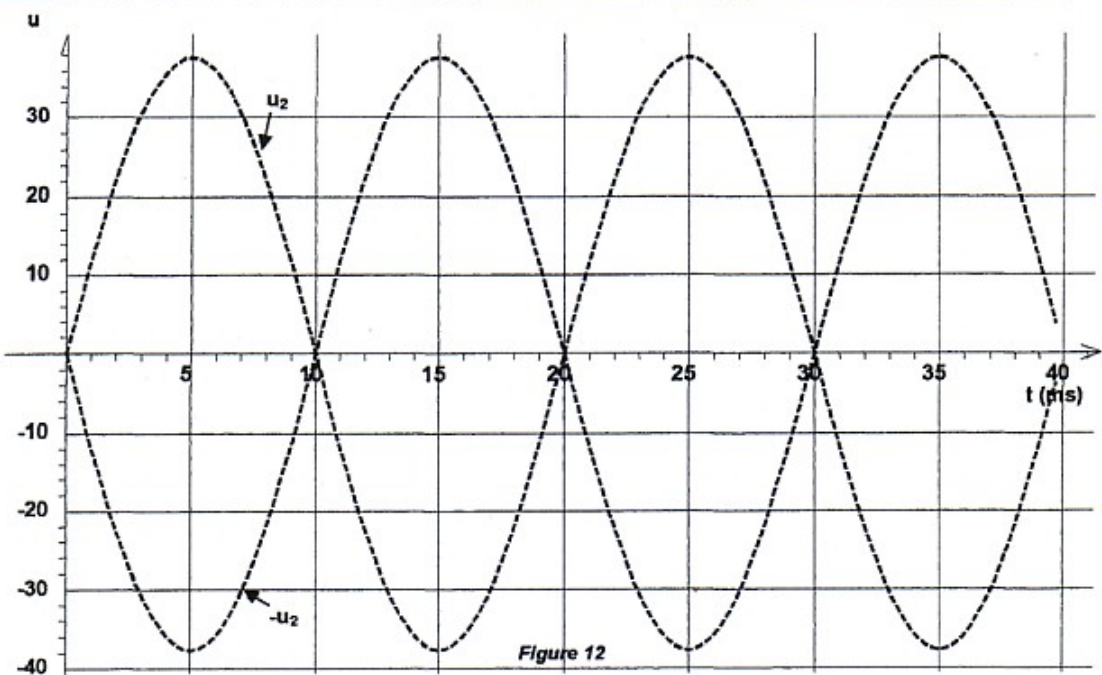

Figure 12
2.3.2. Représenter la tension $u(t)$ aux bornes de la charge en concordance de temps avec la tension $u_2(t)$ sur la **figure 12** du document-réponse n°4 page 10 / 10.